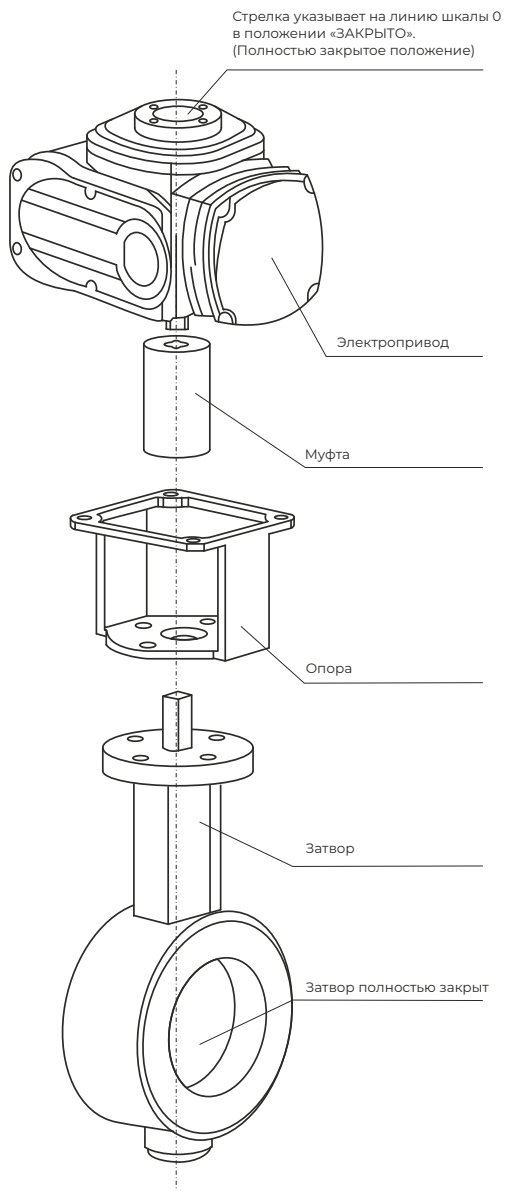

Рис. 5 - Установка электропривода
5. Затяните болт, соединяющий опору с электроприводом и корпусом клапана. (рис.5)